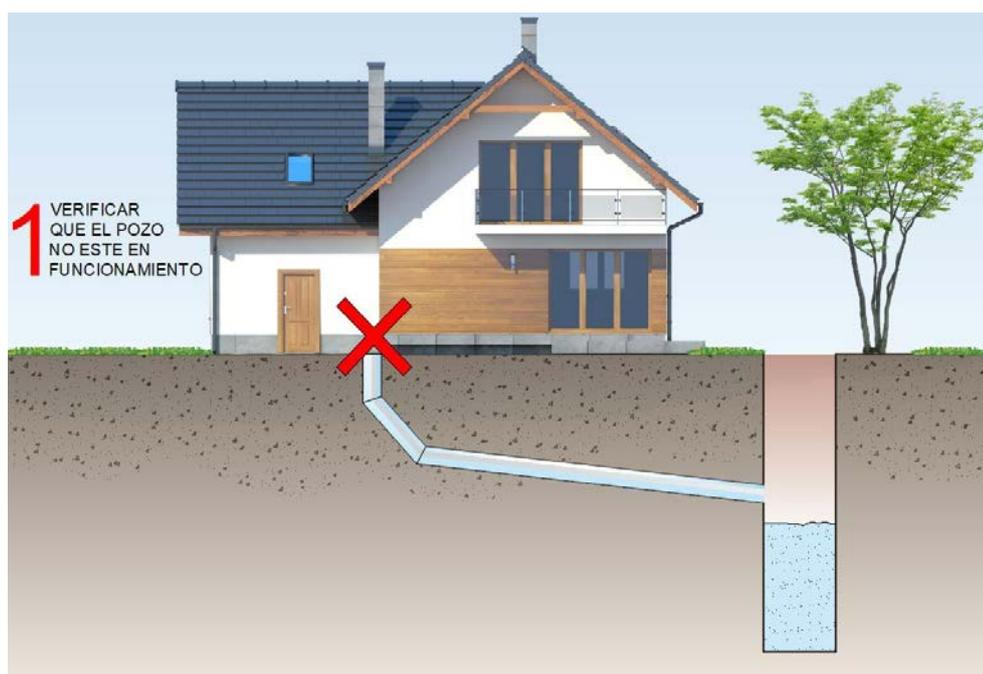

Figura 1. Comprobar que el pozo este fuera de servicio
1. Verificar que el pozo séptico se encuentre fuera de funcionamiento (Figura 1), una forma práctica es retirar la tapa del pozo y observar si al descargar los inodoros y dejar correr agua de los lavamanos no exista ningún flujo de aguas residuales descargando hacia el pozo. En el caso de que el pozo esté en funcionamiento se descarta por completo la posibilidad de realizar el cierre del mismo.